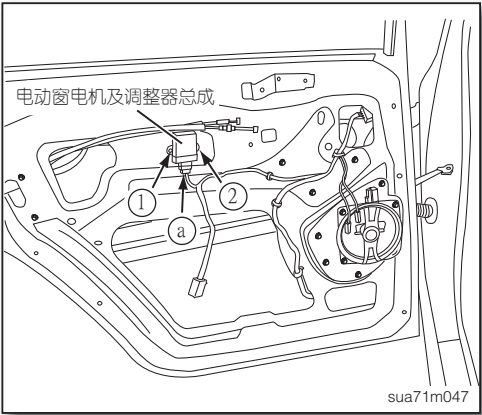

图10
- 3. 拆开左后电动窗控制模块线束接头a (如图10)。
- 4. 拆下左后电动窗控制模块固定螺丝①~② (如图10)。